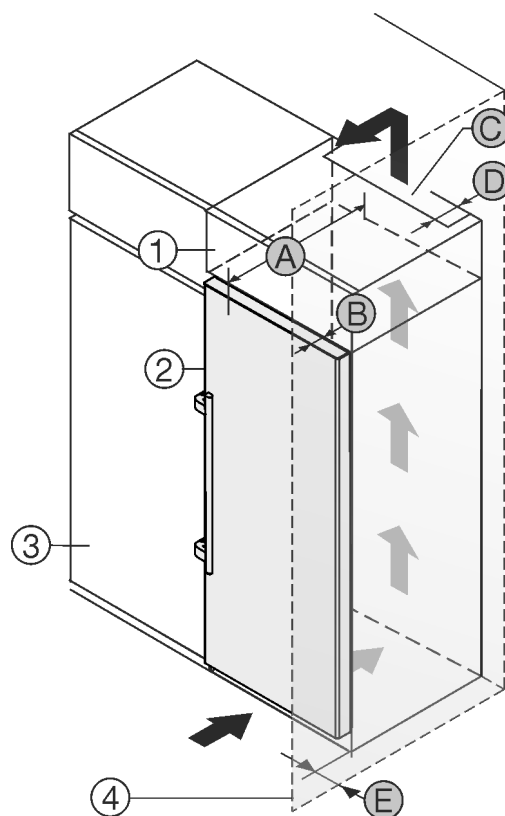

Fig. 24
此冰箱可安装在厨柜内。为了使冰箱 *Fig. 24 (2)* 与橱柜高度一致，可在冰箱上面放置一个附加柜 *Fig. 24 (1)*。
如果冰箱直接安放在橱柜 *Fig. 24 (3)* 旁边，至少需要与冰箱保持 **5cm** 的距离。为了能完全打开门，冰箱必须凸出橱柜正面一定深度 *Fig. 24 (B)*。根据橱柜的深度，使用壁距调整垫片可以使冰箱更为凸出。
- 在附加柜背面必须有一个竖风道，其深度 *Fig. 24 (D)* 应超过整个附加柜宽度。
- 盖板下必须保有通风横截面 *Fig. 24 (C)*。
如果将带铰链的冰箱放置在墙壁 *Fig. 24 (4)* 边，冰箱和墙壁必须保有距离 *Fig. 24 (E)*。这取决于冰箱门打开时把手与墙壁的距离。